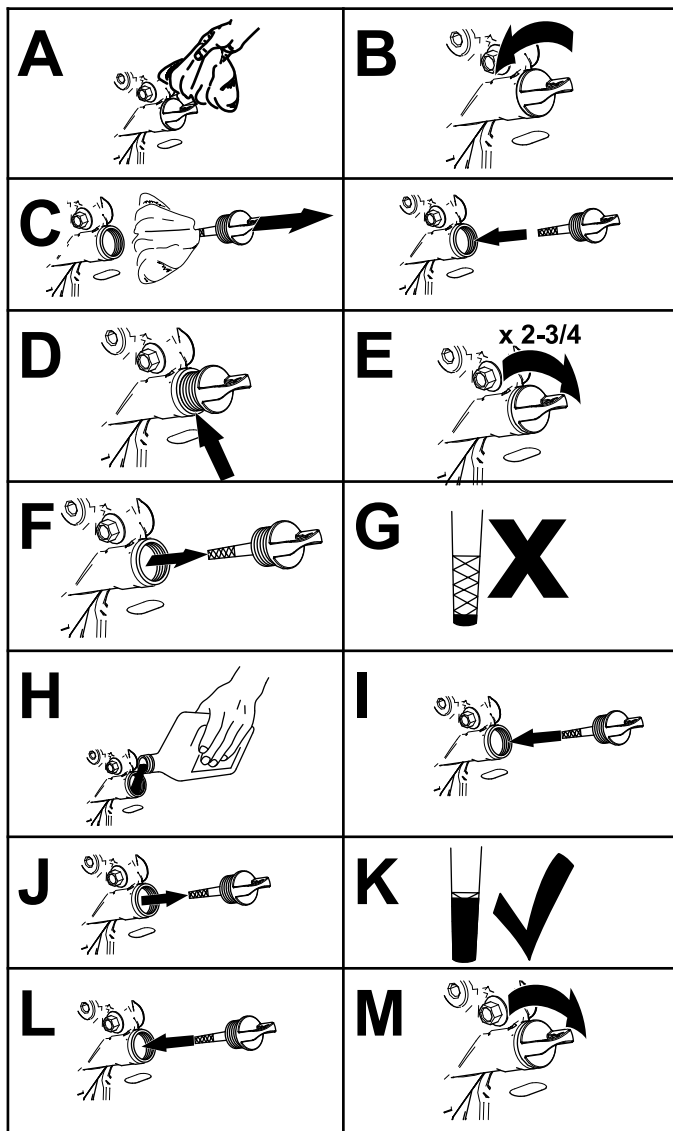

Figura 36
- Compruebe el nivel de aceite del motor, según se muestra en Figura 36.